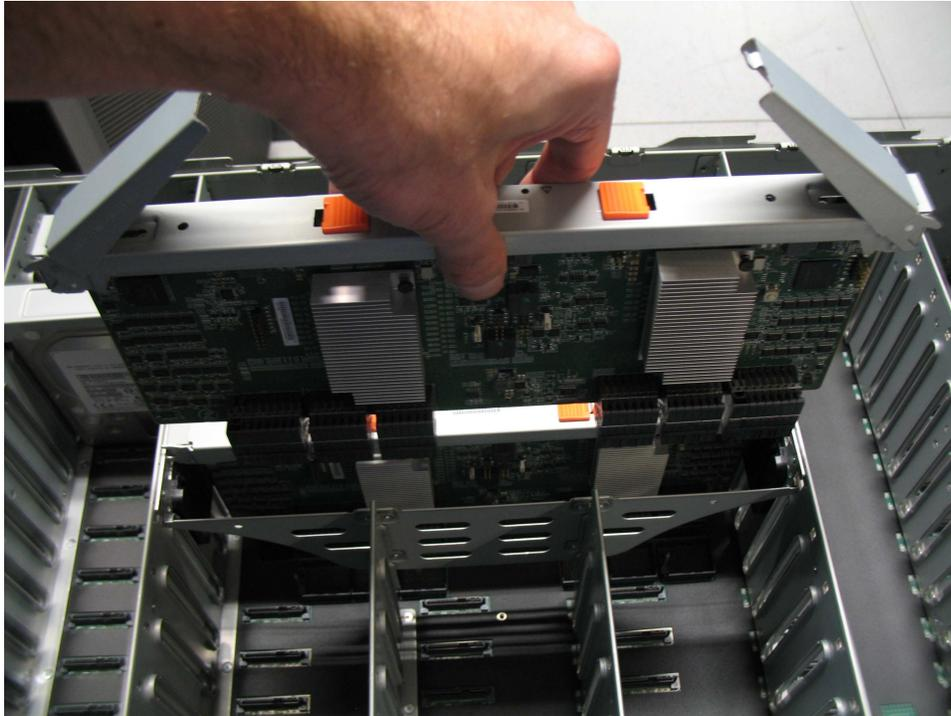

図 66. 2 次拡張機構モジュールの取り外し
4. 244 ページの図 66 に示すように、2 次拡張機構モジュールを注意深く持ち上げてエンクロージャから取り出します。